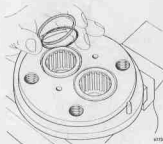

Fig 173. Montering av stättringar och O-ringar.
20. Montera O-ringarna 10 och stödningarna 9, se fig 173.